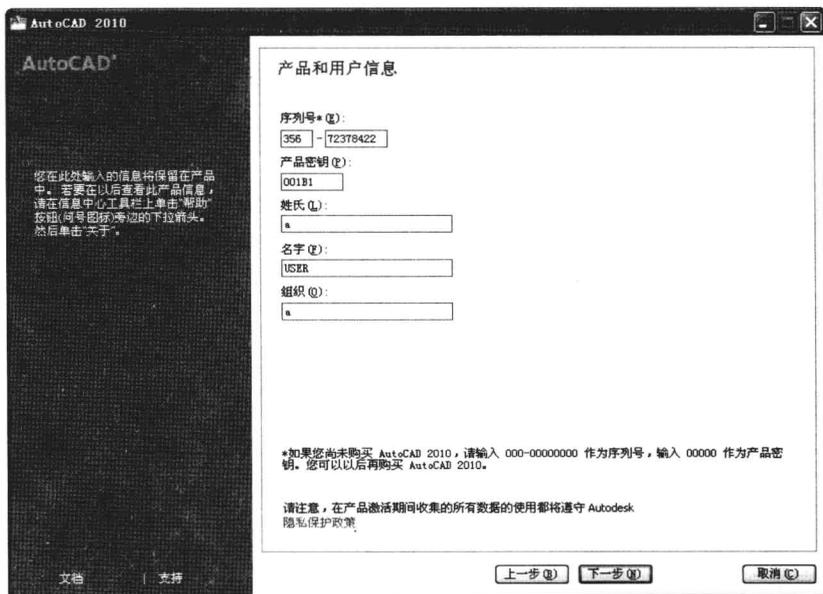

图 1-2-4
(4) 在产品和用户信息界面中填写相关信息，单击“下一步”按钮，如图 1-2-4 所示。